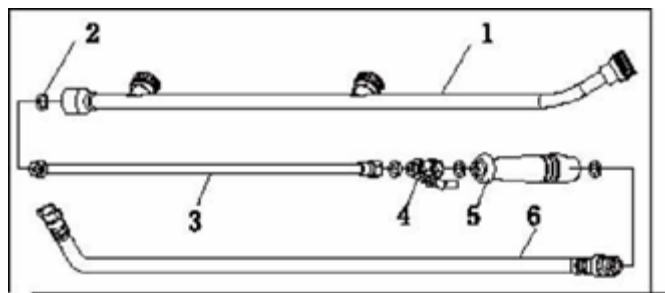

Abbildung 1
5.1.1 Die Sprühteile verbinden. Vor dem Arbeitsbeginn sollen alle Teile richtig montiert sein, wie in Abb. 1.